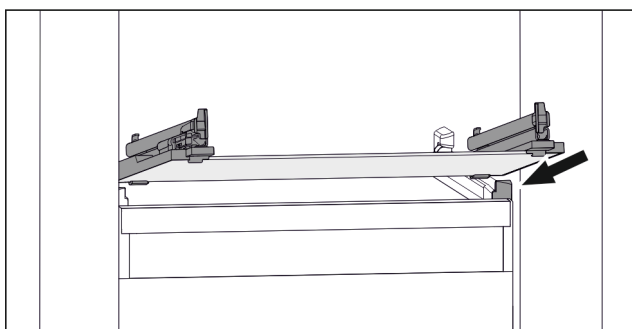

Fig. 51 Przykładowa prezentacja płyty szklanej
- Założyć płytę szklaną pod skosem za stoperami. (patrz Fig. 51)